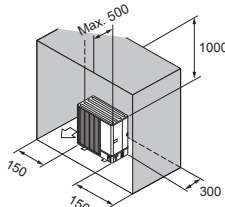

Abb. 2-11
- (6) Hindernisse oder unzugängliche Oberflächen nur auf Rück- und Oberseite und auf beiden Seiten (Abb. 2-11)